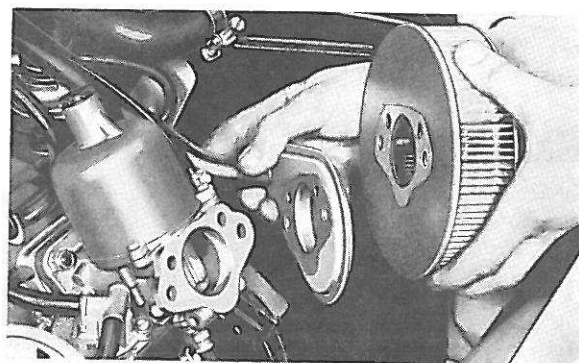

Fig. 28. Echange du filtre à air.
2. Veillez à ce que les joints soient correctement tournés, voir fig. 28, et monter les filtres neufs. Si les joints sont incorrectement tournés, les trous d'aération des pistons à dépression seront bouchés et les carburateurs ne pourront pas fonctionner convenablement.